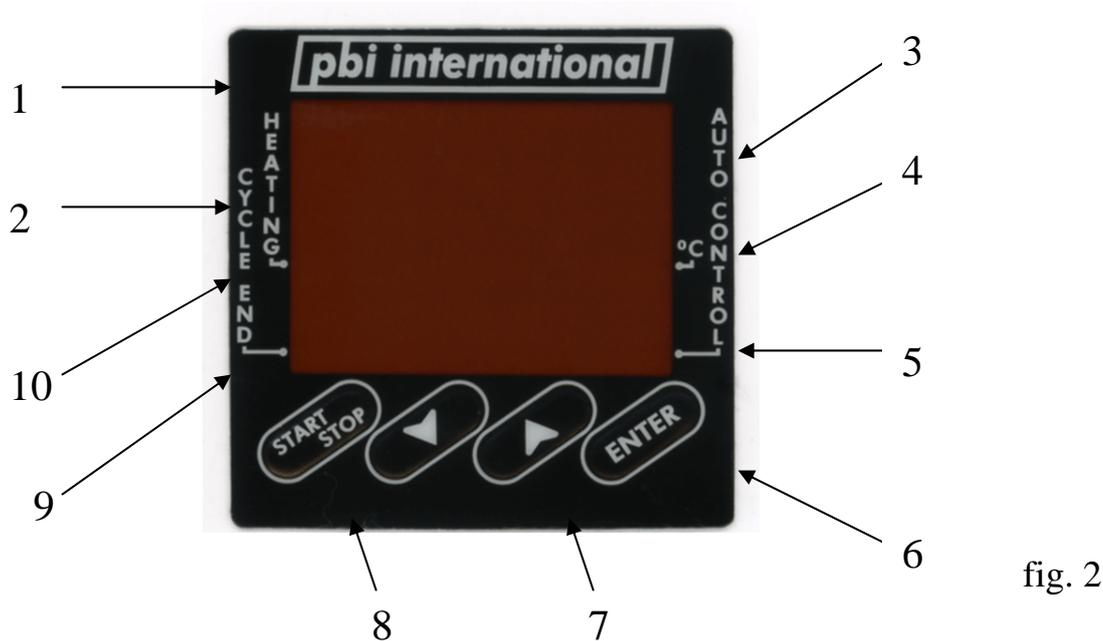

fig. 2
4. DESCRIPTION DU PANNEAU DE COMMANDE ET DE CONTROLE (FIG.2)